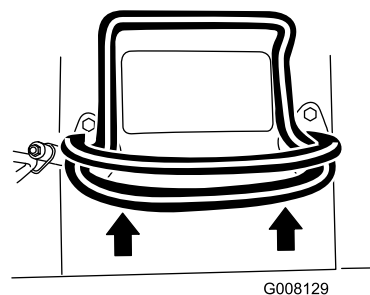

Figura 6
- Per avanzare, spostate in avanti il comando della trazione (Figura 6).